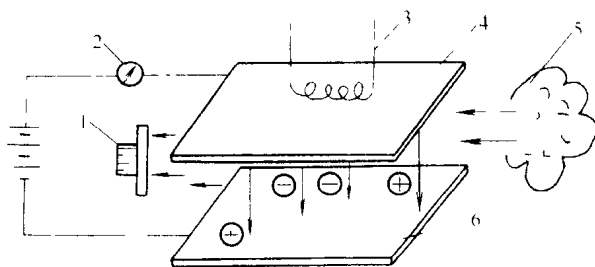

图 1-3 电子检漏仪工作原理
(1) 氟里昂电子检漏仪。图 1-3 所示为电子检漏仪工作原理，它由一对电极组成，阳极由白金做成，白金被加热器加热，并带正电，在它附近放一阴极，使它带负电。若放在空气中，就会有阳离子射到阴极并产生电流。如果有制冷剂气体流过，回路中的电流就明显增大，根据此信号即可检测出制冷系统的泄漏情况。